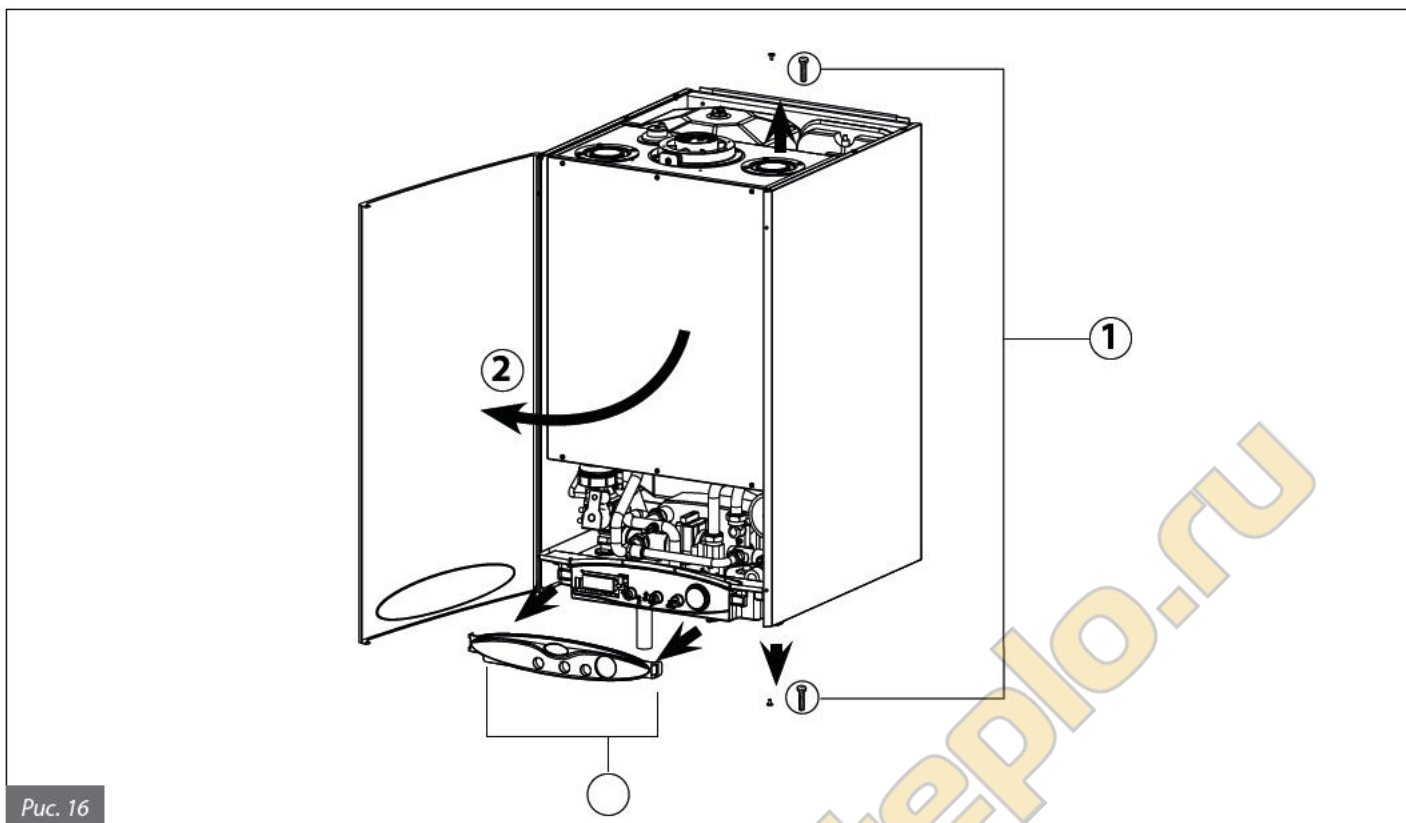

Рис. 16
- снять защитный экран панели управления, отогнув два крючка с левой и с правой стороны, которые крепят его к панели управления, и потянув его наружу (рис. 16).